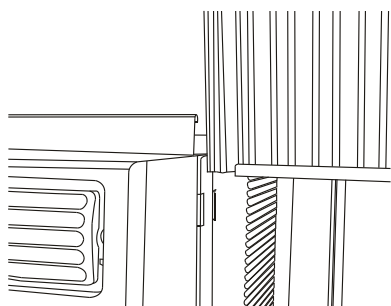

Fig.2
B. Glisser la section libre du panneau dans le cabinet Fig.2. Glisser le panneau vers le bas. Laisser assez d'espace pour pouvoir glisser le haut et le bas du cadre dans les rails sur le boîtier.